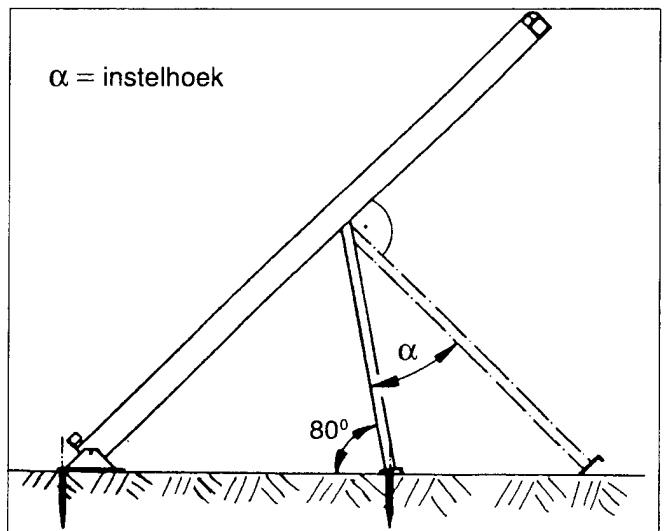

Fig. 19
Door de laddersteun (11) mag de ladder niet overspannen worden. Op juiste hoek van de laddersteun (11) letten. (Zie ook fig. 19).